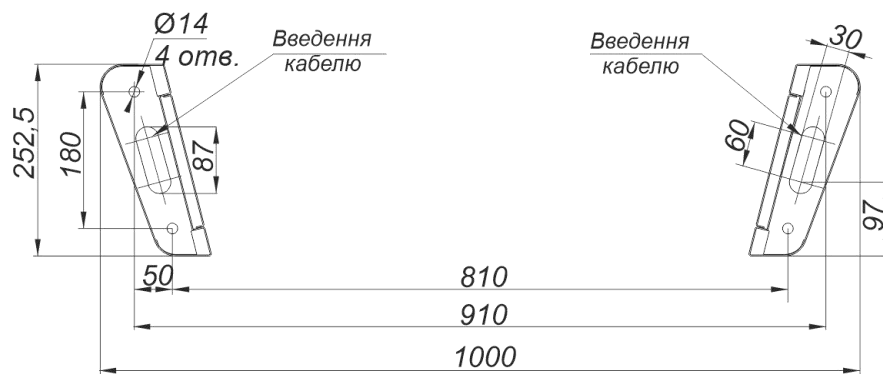

Рис. 13– Розмітка для монтажу турнікету типу «трипод»
4) Зробити на поверхні майданчика розмітку отворів для кріплення турнікету відповідно до рис.13. Як шаблон для розмітки можна використовувати власне турнікет, розміщений вертикально на місці його установки.
6) За необхідності прокладання кабелів під поверхнею підлоги підготуйте в підлозі кабельний канал до зони введення кабелів у стійку турнікету. Розташування зони введення кабелів вказано на схемі рис.13.
- Місце виведення кабелів повинно збігатися з місцем розташування отвору на монтажній основі турнікету (рис.13).